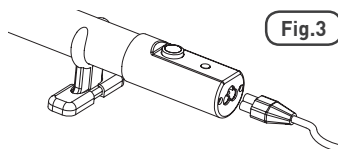

Fig.3
- Voorafgaand aan de installatie van de kachel wordt aanbevolen dat het elektriciteitsnet wordt aangesloten door deze volledig in het daarvoor bestemde contact op de kachel te steken [Fig. 3].